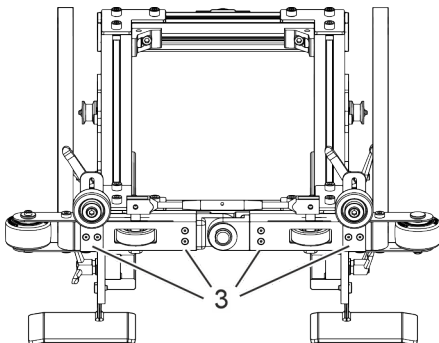

Abb. 9: Außenrahmen unten fixieren
2. ➤ Mit M4-Schrauben (☞ auf Seite 8) an der Unterseite des Außenrahmens (Abb. 9/3) fixieren und die Schrauben mit Innensechskantschlüssel handfest anziehen.